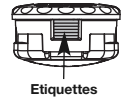

Fig. 16
1. Poussez fermement sur les languettes situées de chaque côté de la tête de coupe. (Fig. 16)